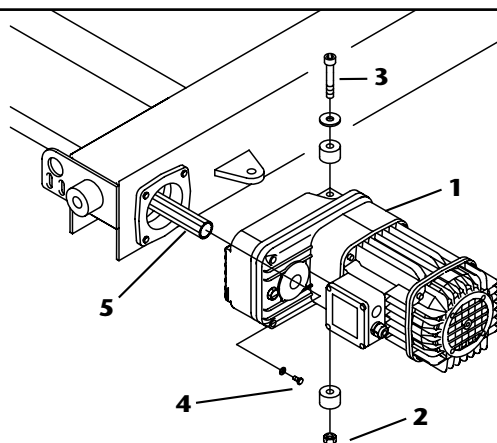

fig. 60
3. Libérer le motoréducteur -1- des liaisons, (où il se trouve comme col séparé et pas déjà placé sur le chariot) et le placer sur l'arbre cannelé (barre de transmission -5-), le bloquer avec la vis et la rondelle grover -4-; placer la vis -3- et l'écrou -2-, ainsi que les amortisseurs relatifs et les rondelles tout en s'assurant de comprimer les tampons amortisseurs de 2mm environ au total (1+1) (fig. 60).